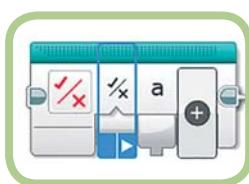

Рис. 12.13. Блок с выбранным значком
11. Выбери значок для логических значений ($\%x$). Теперь он должен отображаться в блоке в верхней части окна (рис. 12.13).